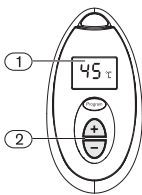

Fig. 8 Réglage de la température
- Appuyer sur les boutons  ou  se trouvant sur la télécommande (Fig. 8, pos. 2) jusqu'à l'apparition de la température souhaitée (en degrés Celsius) sur l'afficheur (Fig. 8, pos.1).